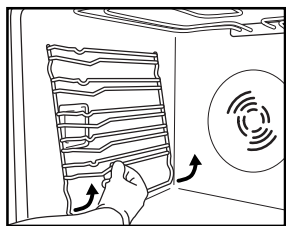

Fig. 3
1. Fjern ovnribberne i siderne (Fig. 3).
2. Fjern ovnribberne i siderne (afhængigt af model) (Fig. 3).